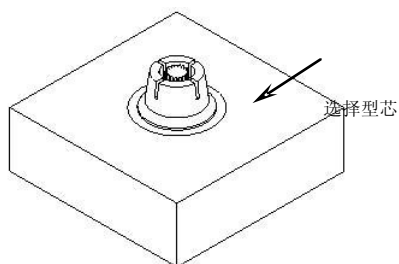

图5-15 用平面做镜像
7. 隐藏上一步创建的合并型芯，选择型芯，如图 5-15 所示，在键盘上按